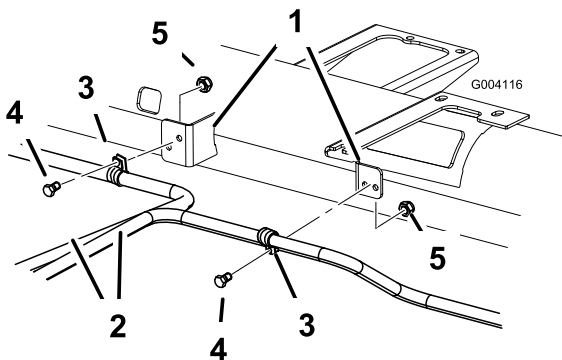

Figura 13
1. Instale os grampos em R removidos previamente utilizando 2 parafusos e porcas de bloqueio para fixar os tubos hidráulicos à estrutura da máquina como se mostra na Figura 13.